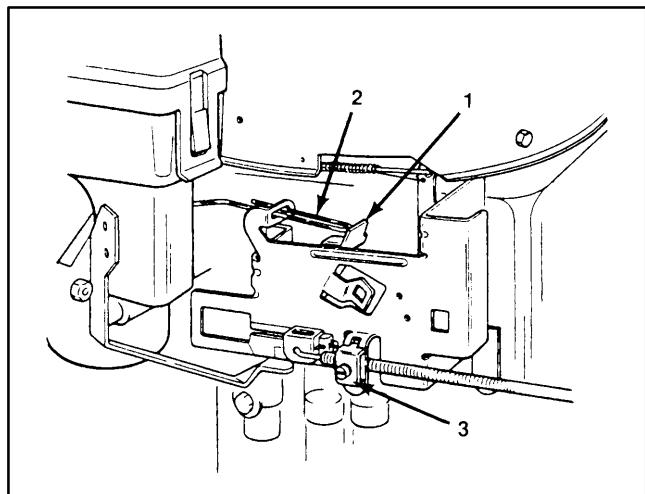

Figure 18
2. Le levier des gaz devrait à peine toucher la tringle du starter (Fig. 18); un réglage est nécessaire si ils ne sont pas dans cette position.
- B. Desserrer la vis de la bague de serrage du câble de la commande des gaz (Fig. 18) et déplacer la gaine du câble de commande et le fil jusqu'à ce que la manette de la commande des gaz touche la tringle du starter.